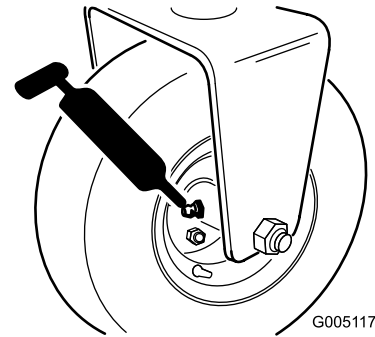

Bild 30
- Heckrollennabe, oder bei einem Dreiradantrieb, Rollenkupplungen des Hinterrads und externes Kugellager (1) (Bild 30)